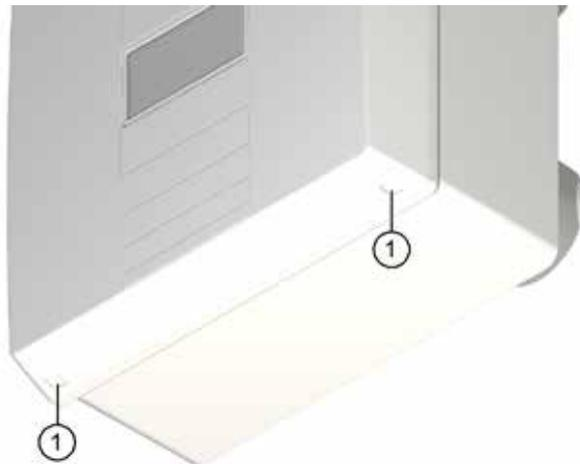

Fig. 13: Rimozione del coperchio dall'apparecchio di ventilazione
- ▶ Premere con entrambi i pollici sui due ganci d'arresto (pos. 1 nella Fig. 13) sul lato inferiore dell'apparecchio di ventilazione. Il coperchio si stacca.